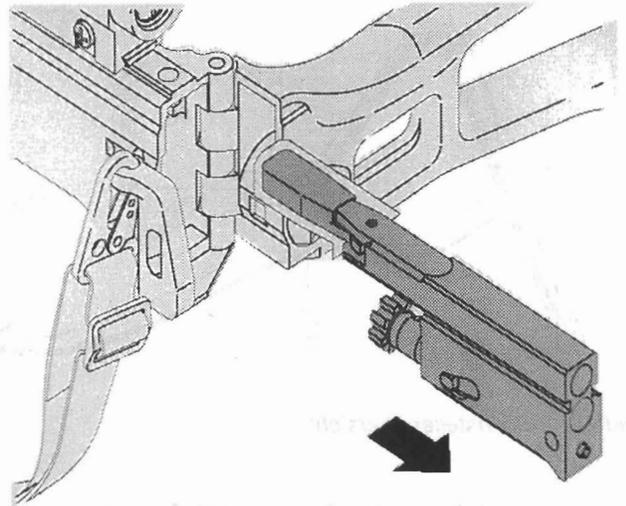

Bild 25 Verschuß entnehmen
- ⇒ Verschuß am Spannhebel nach hinten schieben und entnehmen (Bild 25).